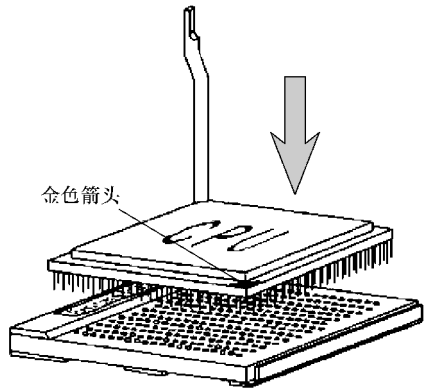

图 2-68 CPU 上的金色箭头示意图
2) 在插入 CPU 前找到 CPU 上的金色箭头，如图 2-68 所示按照金色箭头的方向将 CPU 插入。